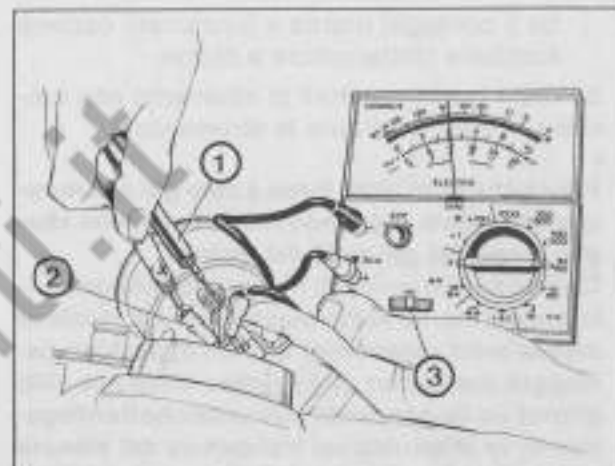

Fig. 188
- per eseguire questa verifica occorre controllare con il tester (Fig. 188) o con un voltmetro che la tensione tra il cavo rosso che è collegato allo strumento e la massa sia di almeno 12 V (non è necessario staccare i cavi dallo strumento, utilizzare i puntali del tester); nell'eventualità che la suddetta tensione fosse inferiore agli 11 V, (dopo avere verificato lo stato di carica della batteria), controllare che i collegamenti tra batteria e contagiri siano efficienti in special modo l'interruttore a chiave. Per capire se l'interruttore chiave è difettoso è sufficiente staccare il cavo blu di massa dall'interruttore a chiave scollegandolo così dal telaio.